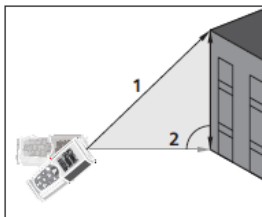

Abb. 7: Indirekte Messung mit 2 Punkten
3. Stellen Sie das Gerät in die höchste Stellung (1) für die Messung (siehe Abb. 7) und drücken Sie die  Taste. Das Ergebnis erscheint auf dem ersten Teildisplay. Das Symbol " " erscheint auf dem Display mit blinkender Seite "2"
- waagrecht wie möglich (2) für die Messung (siehe Abb. 7) und drücken Sie die  Taste. Das Ergebnis erscheint auf dem zweiten Teildisplay
5. Der Endwert des Ergebnisses (als $\sqrt{(1)^2 - (2)^2}$ erhalten) wird im Ergebnisdisplay angezeigt